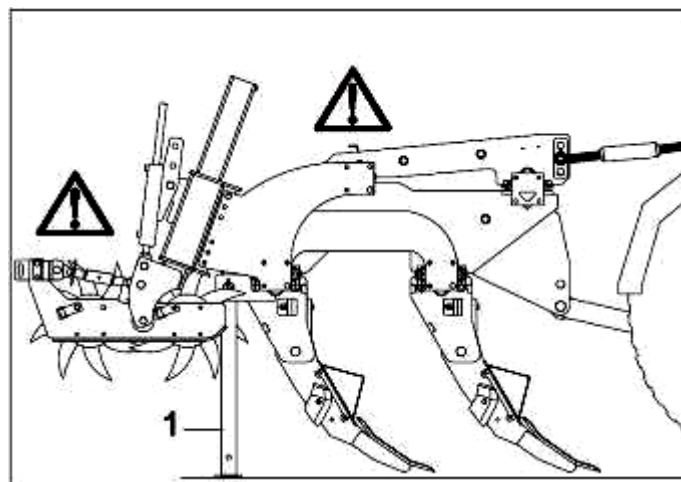

Рисунок 8.
- Опустить опорные стойки (1) (рис. 8).